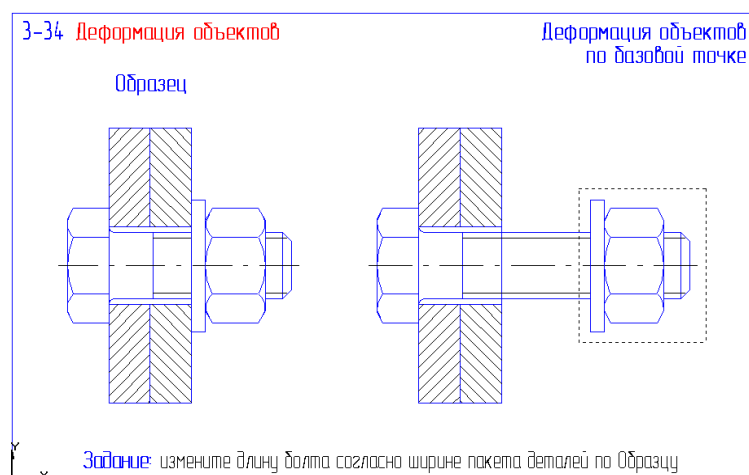

Рис. 40
42. Откройте файл фрагмента 3-34 (рис. 40). Выполните задание, задавая величину деформации путем изменения положения базовой точки. Результат сохраните.